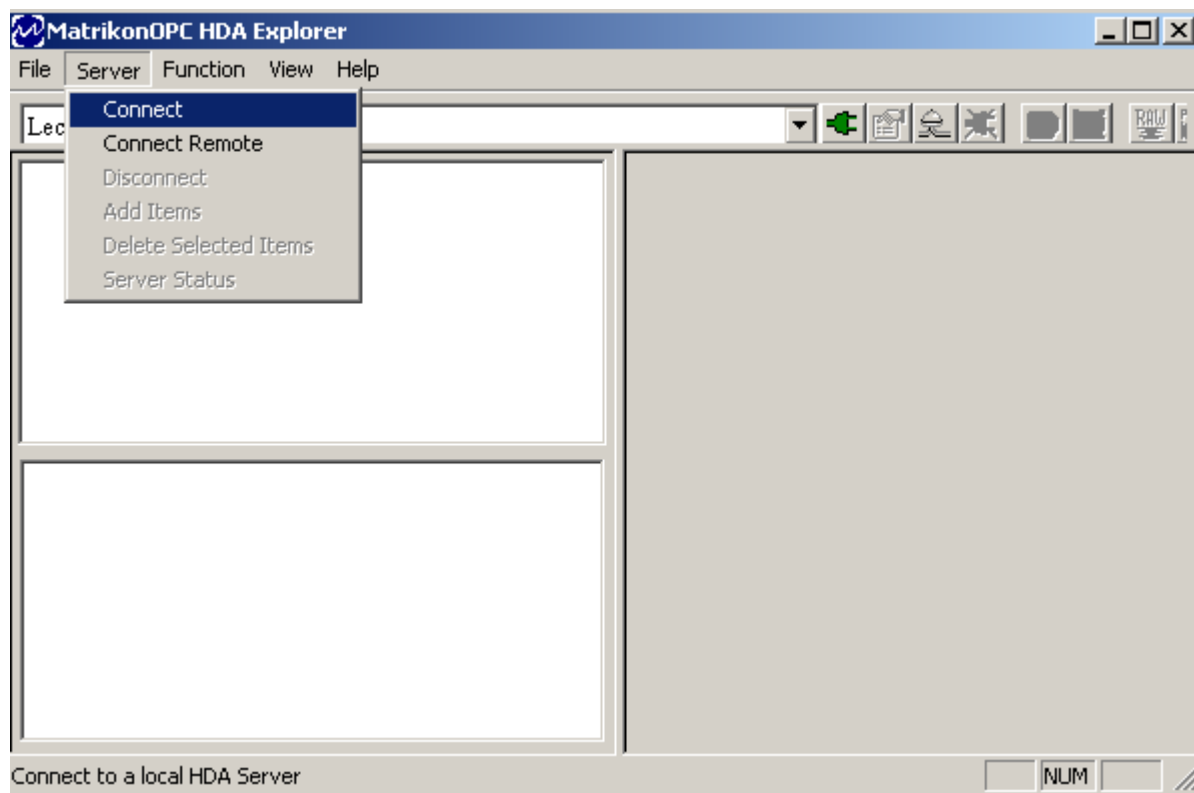

Рисунок 3.2 – Соединение OPC HDA-сервером
- 2) Соединиться с выбранным сервером нажав «Connect» вкладки «Server» или соответствующую кнопку панели инструментов (Рисунок 3.2);